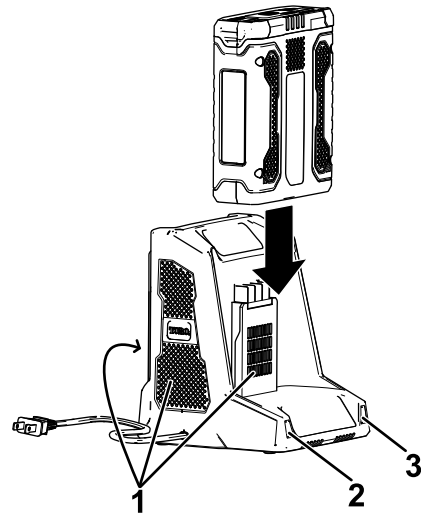

Figure 11
4. Glissez la batterie dans le chargeur jusqu'à ce qu'elle soit bien enclenchée (Figure 11).